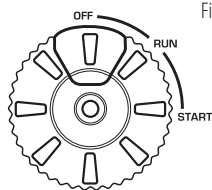

Fig. 3
- 5.2 Para arranque eléctrico, presione el botón rojo en el interruptor multifuncional del motor (fig. 3).
6. Después de arrancar el motor, gire el interruptor multifuncional del motor a la posición "RUN" (fig. 3).
8. Para el arranque manual, tire del arranque manual hasta sentir una ligera resistencia, luego tire de él hacia usted relativamente rápido. Gire lentamente el arranque manual a mano, no lo suelte abruptamente. Para el arranque eléctrico, presione el botón rojo en el interruptor multifuncional del motor (fig. 3).
9. Después de arrancar el motor, gire el interruptor multifuncional del motor a la posición "RUN" (fig. 3).